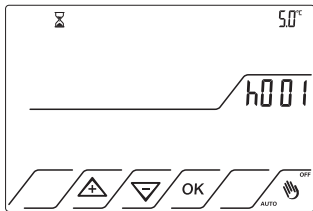

Fig.19
5.3.4 Premere il tasto OK per confermare. Lampeggia il contatore delle ore 0 01. Fig.19